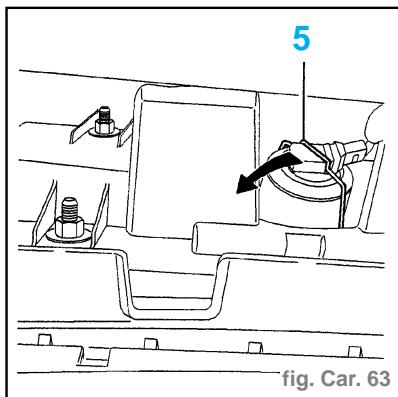

fig. Car. 63
Nota : Lorsque le faisceau est défectueux, il est autorisé de basculer l'épinglé de sécurité (5) et ainsi de ne déposer que le faisceau airbag (fig. Car. 63).
- Serrer les écrous (3) à 0,4 daN.m.